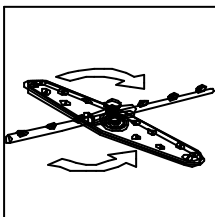
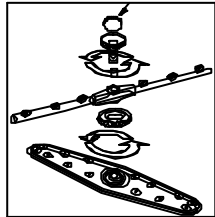

Fig. 15
Fig. 16
- Que los brazos giran correctamente y no están obstruidas las toberas (Fig.15, 16, 17, 18). Limpiar el árbol de aclarado soltando el tornillo situado en el eje. Para soltar y amarrar correctamente dicho árbol, emplear una moneda (Fig.16).
- Que los brazos de lavado giran correctamente (Fig. 15) y no están obstruidos. Limpiarlos si fuera necesario.